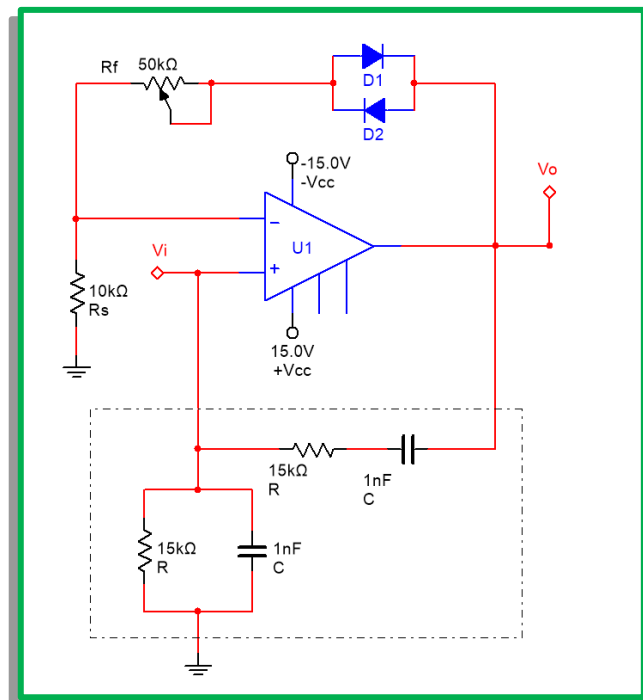

Figura 1 – Oscillatore
1) Dato l'oscillatore di figura 1, per il quale $R_s=10\text{ k}\Omega$, $R_f=50\text{ k}\Omega$, $R=15\text{ k}\Omega$, $C=1\text{ nF}$ e sapendo che la funzione di trasferimento della rete passiva ha espressione